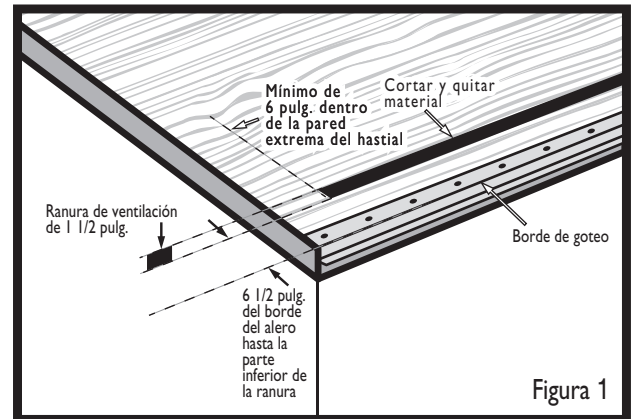

Figura 1
Paso 4: Haga marcas en el techo 6 pulg. hacia adentro desde la pared extrema del hastial en cada cornisa de tímpano. Mediante estas líneas se identificarán los extremos de la abertura de la ranura de la ventilación. Consulte la figura 1.